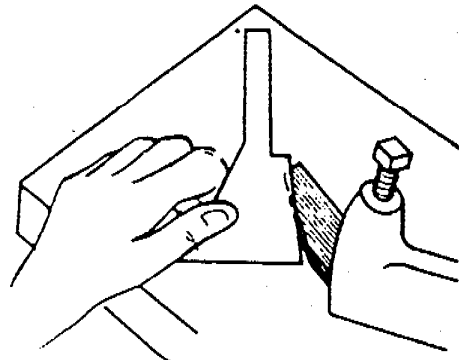

Figura 9
- c. Verifique el ángulo de incidencia con plantilla (Figura 9).